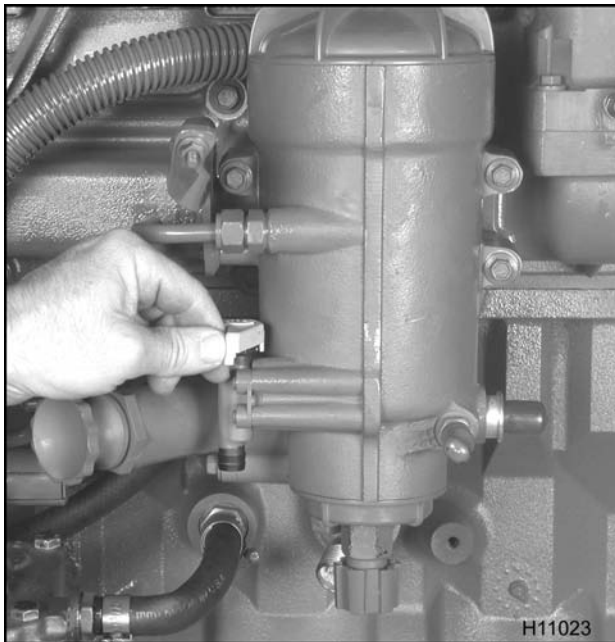

Figura 491 Válvula para drenaje de agua
1. Drene el filtro (Figura 491), si no lo ha hecho ya.